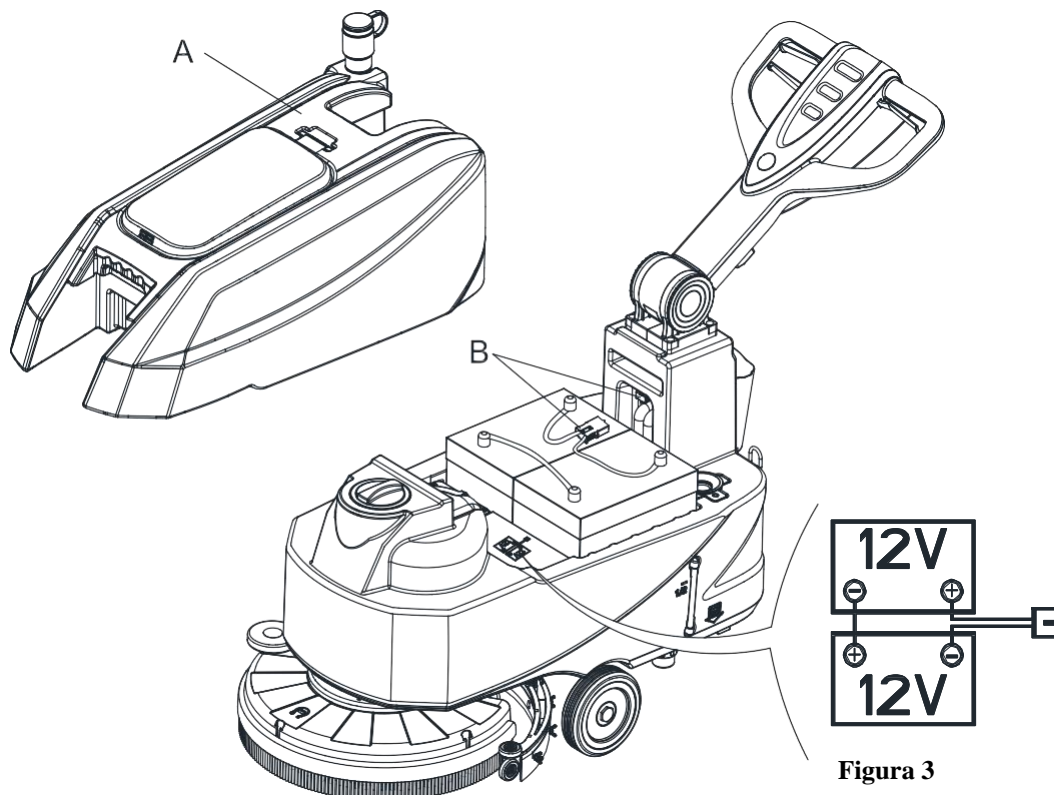

Figura 3
La máquina requiere dos baterías de 12 V, conectadas según el diagrama (Figura 3).
1. Compruebe si las baterías están conectadas a la máquina mediante el conector (B, Figura 3).
- Mueva el kit del depósito de recogida con cuidado (A, Figura 3).
- Pase e instale el cable de las baterías como se indica (en la Figura 3), luego apriete cuidadosamente la tuerca en cada uno de los terminales de la batería.
- Coloque la tapa de protección encima de cada borne, luego conecte el conector de las baterías (B, Figura 3).
- Vuelva a colocar con cuidado el kit del depósito de recogida (A, Figura 3).